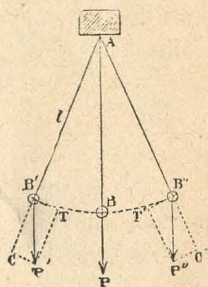

Fig. 7.—Péndulo
11. **Péndulo.**—Péndulo (fig. 7) es cualquier cuerpo grave que cuelga en un punto fijo por un hilo cuyo peso se considera como nulo.
Si se aleja el péndulo A B (fig. 7) de su dirección vertical y se le coloca en B', abandonándolo en seguida á sí mismo, se pone á oscilar. En efecto, su peso es una fuerza P' que se puede descomponer en otras dos: una B' C, que tiende el hilo, y la otra B' T, tangente al arco B' B'' cuyo efecto es volver el peso á la posición A B.